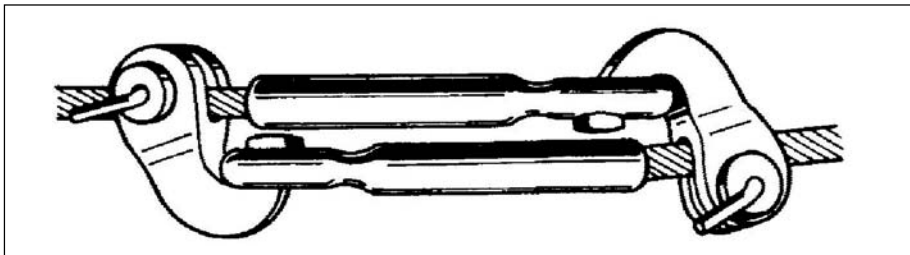

Fig 11-7. Emenda de dois cabos de aço para rebocar VBC
5) Quando for necessário emendar os cabos de aço para reborcar uma VBC, deve ser utilizado o processo apresentado na figura 11-7. (Fig 11-7, 11-8 e 11-9)